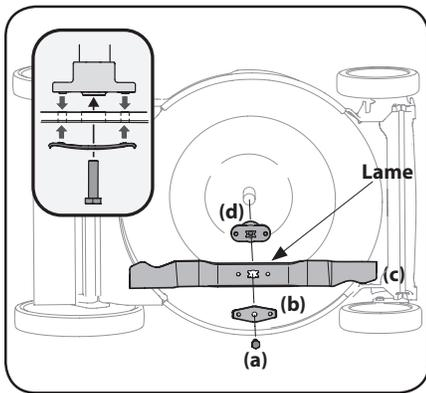

Figure 4-3
3. Retirez le boulon (a) et le support de la lame (b) qui fixent la lame et l'adaptateur au vilebrequin du moteur. Voir Figure 4-3.
4. Retirez la lame (c) et l'adaptateur (d) du vilebrequin. Voir Figure 4-3.
6. Lubrifiez le vilebrequin du moteur et la surface interne de l'adaptateur de la lame avec une huile légère. Placez l'adaptateur (d) sur le vilebrequin. Assurez-vous d'installer la lame avec le côté marqué « Grass side » (ou estampé du numéro de pièce) face au sol. Veillez à ce que la lame soit alignée et bien placée sur les brides de l'adaptateur. Voir Figure 4-3.